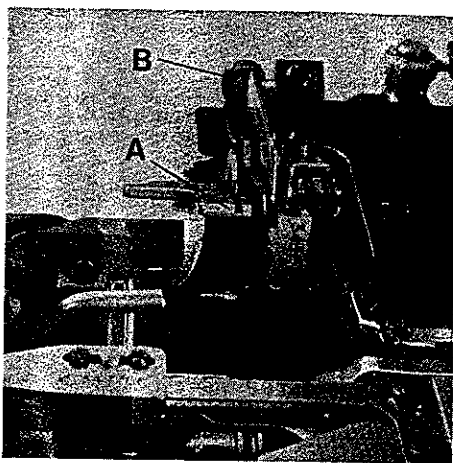

Fig.16
For cleaning in the area of the take-up remove the cloth plate. Flip-up cast-off plate (A, Fig. 16), as for threading and screw out stop screw (B) until the cast-off plate has fully swung up and rests on the bed casting.
Zur Reinigung im Bereich des Fadenaufnehmers muß die Stoffplatte entfernt werden. Schwenken Sie die Fadenaufnehmerplatte (A, Fig. 16), wie zum Einfädeln, nach oben und drehen Sie die Anschlagsschraube (B) soweit heraus, daß die Fadenaufnehmerplatte ganz nach oben ausgeschwenkt am Gehäusefuß anliegt.